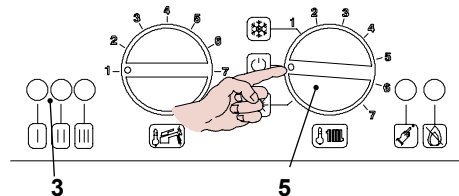

Figura 5.66
- Posizionare il selettore 5 come indicato in Figura 5.66 per uscire dalla programmazione.